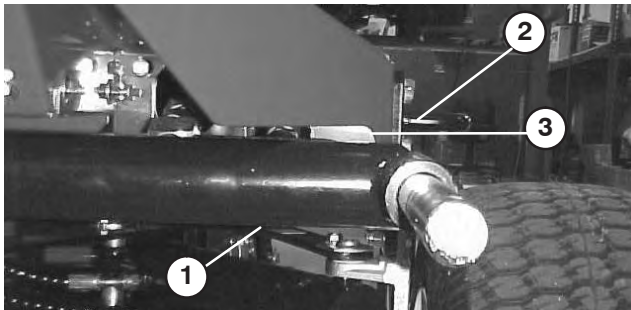
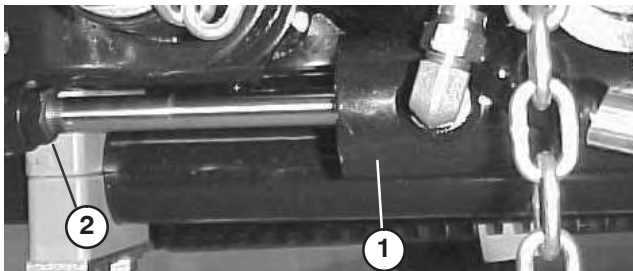
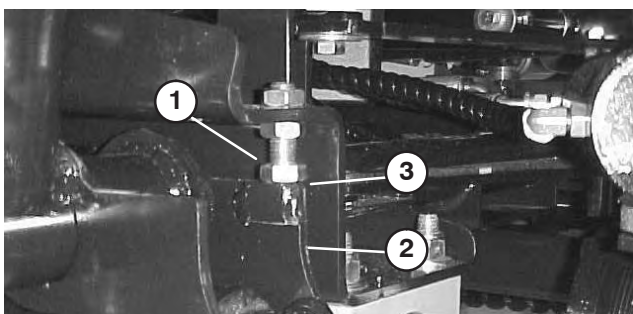

Bild 20
Bild 21
Bild 22
1. Lassen Sie den Motor an, heben Sie die Hubarme an. Stellen Sie sicher, dass der Abstand zwischen jedem Hubarm und der Bodenplattehalterung 4,6–8,1 mm beträgt (Bild 20). Sollte der Abstand nicht in diesem Bereich liegen, drehen Sie die Anschlagsschrauben (Bild 22) zurück und stellen Sie den Zylinder so weit ein, dass sich der richtige Abstand ergibt. Drehen Sie zum Einstellen des Zylinders die Klemmmutter am Zylinder heraus (Bild 21), nehmen Sie den Stift von der Stange ab und drehen Sie den Lastbügel. Setzen Sie den Stift ein und prüfen Sie den Abstand. Wiederholen Sie das Verfahren bei Bedarf. Ziehen Sie dann die Mutter des Lastösenbolzens an.
2. Prüfen Sie, ob der Abstand zwischen jedem Hubarm und der Anschlagsschraube 0,13–1,02 mm beträgt (Bild 22). Sollte der Abstand nicht in diesem Bereich liegen, stellen Sie die Anschlagsschrauben entsprechend ein.